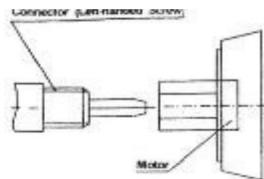

fig.3
- 7. Lasciarli in un luogo adatto quando il motore è collegato alla testa vibrante. Avvitare il connettore della testa vibrante sul motore (come in fig. 3).**